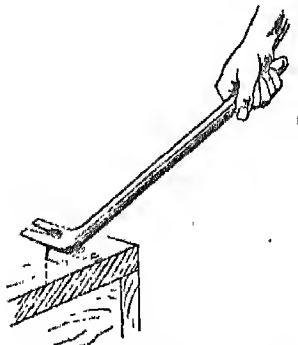

Fig. 1. — L'arrache-clou ou pied de biche : outil très commode pour déclouer une caisse.
2. Décrivez l'arrache-clou¹ ou pied de biche (fig. 1). Enfoncez un clou dans une planche et expliquez comment on peut l'arracher avec l'outil précédent ? Où est la résistance, la puissance ? Si le bras de levier de la puissance est égal à 20 fois celui de la résistance, quelle force exerce-t-on sur le clou si l'on appuie avec une force de 5 kilogrammes sur la grande branche.
C'est une barre de fer dont un bout, recourbé en forme de crochet, est aminci et fendu comme un pied de biche (fig. 1). D'où le nom de pied-de-biche qui lui est parfois donné.